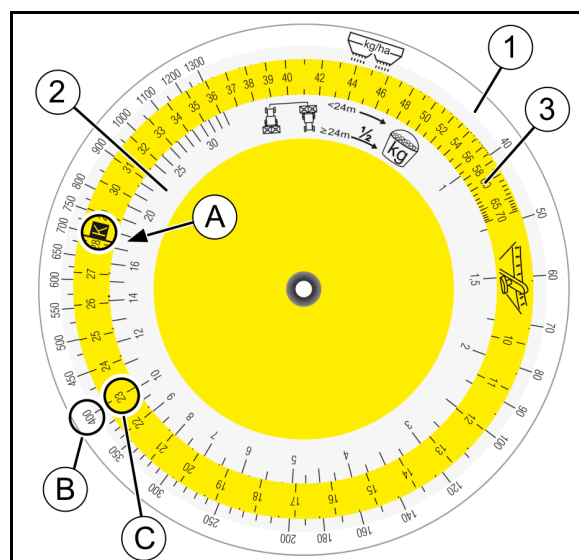

Fig. 61
7. Ta telleskiven for dreieprøver i hånden. Finn tallverdien **17,5 (A)** på skalaen (Fig. 61/2) for oppsamlet mengde [kg] og sett den overfor posisjon **K (B)** på den fargede skalaen (Fig. 61/3).
8. Finn ønsket spredningsmengde (400 kg/ha) (C) på skalaen for spredningsmengde (Fig. 61/1) og les av den nødvendige spjeldstillingen (posisjon) **23 (D)**.